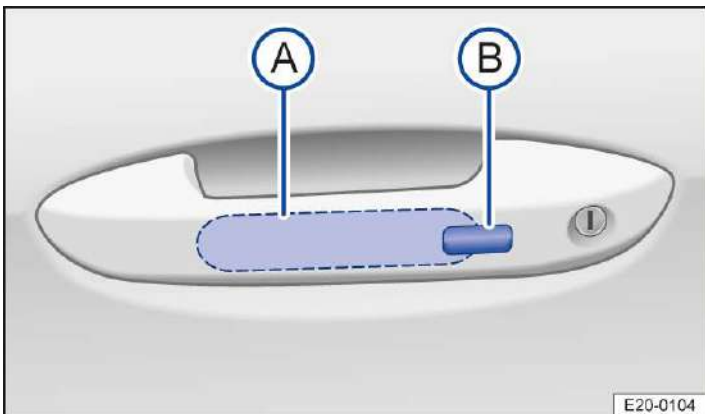

Abb. 2 Im Türgriff: Sensorflächen.
1. Sensorfläche → Abb. 2  an der Innenseite des Türgriffs berühren.
2. Sensorfläche → Abb. 2  an der Außenseite des Türgriffs berühren.